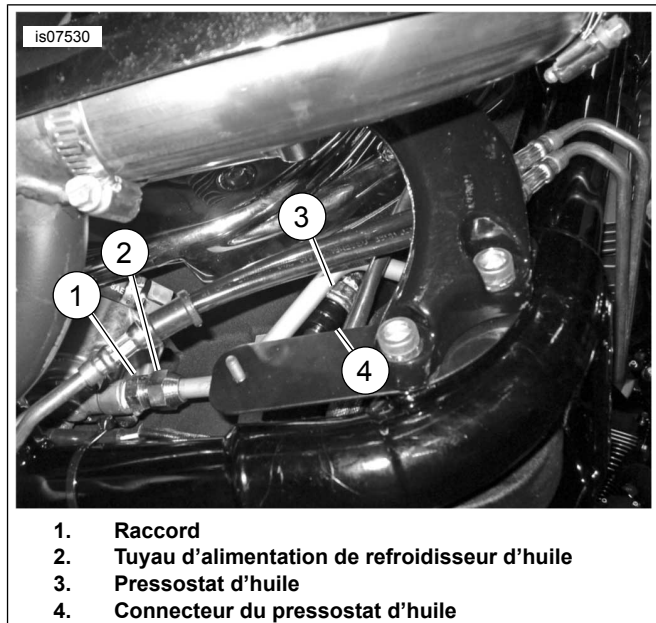
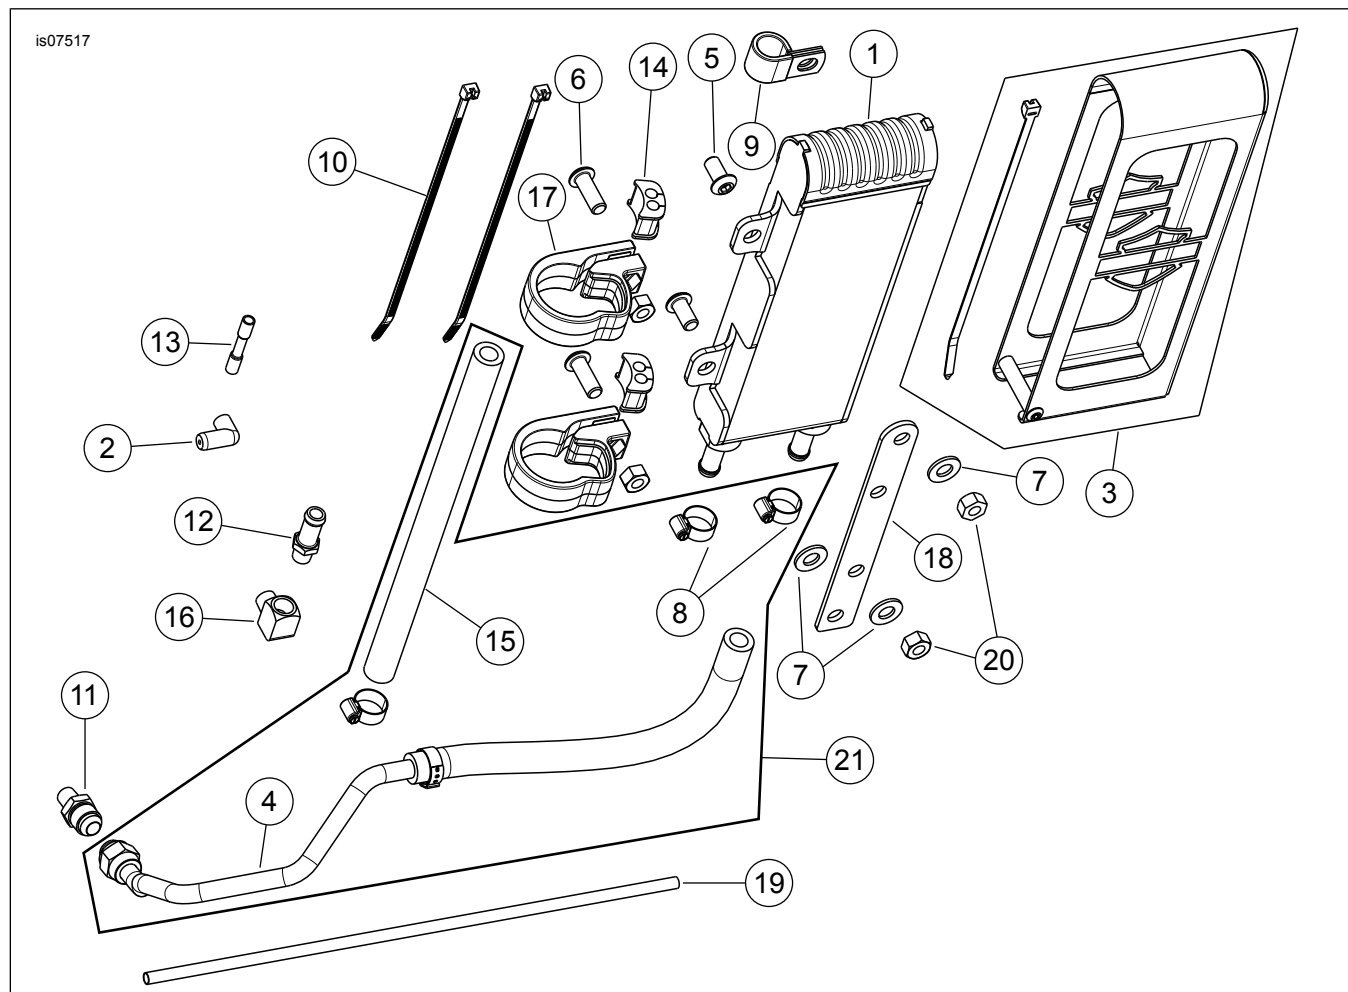

Figure 2. Conduite d'alimentation d'huile et pressostat d'huile
Figure 6. Pièces de rechange : Kit de refroidisseur d'huile de qualité supérieure XL
Voir Figure 6 et Tableau 1.
- b. Voir Figure 2. Installer le pressostat d'huile (3) sur le **carter moteur** là où le tuyau d'alimentation était connecté.
2. Installer l'ensemble de fil de connexion volante (élément 2, Figure 6) sur le conducteur de pressostat d'huile.
- d. Mesurer la longueur de conduit (élément 19, Figure 6) nécessaire pour recouvrir l'ensemble de fil. Couper le conduit à la longueur nécessaire.
- f. Consulter les instructions d'installation du connecteur bout à bout scellé du manuel d'entretien. Installer le nouveau connecteur de pressostat d'huile sur le conducteur du faisceau avec le connecteur bout à bout scellé (élément 13, Figure 6).
4. Voir Figure 2. Enduire le raccord de produit d'étanchéité de joint et de filet Hylomar (élément 11, Figure 6). Installer le raccord à la pompe à huile. Serrer le raccord à un couple de 6,2–7,4 N·m (55–65 in-lbs).
5. Installer sans serrer l'ensemble de tuyau d'alimentation de refroidisseur d'huile (2) sur le raccord de pompe à huile.
6. Enduire le raccord de produit d'étanchéité de joint et de filet Hylomar (élément 16, Figure 6). Installer le raccord à l'emplacement de montage du pressostat d'huile d'origine. Serrer à la main, puis tourner de 2 à 3 fois supplémentaires. Orienter l'ouverture du raccord pour l'aligner avec le boîtier du filtre à huile.
7. Enduire le raccord de produit d'étanchéité de joint et de filet Hylomar (élément 12, Figure 6). Installer le raccord au raccord coudé. Serrer à la main, puis tourner de 2 à 3 fois supplémentaires. Orienter le raccord pour l'aligner avec le boîtier du filtre à huile.